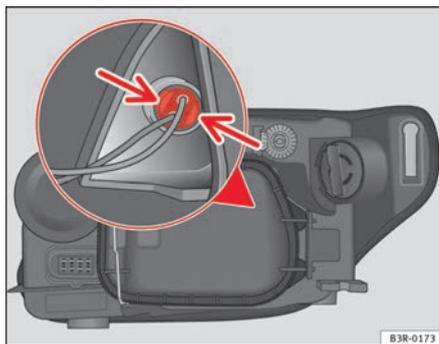

Fig. 207 Luz de posición (lado exterior vehículo)
- Presione ligeramente las pestañas del portalámparas ⇒ fig. 207 y tire hacia la tapa (también se puede extraer tirando de los cables del portalámparas).